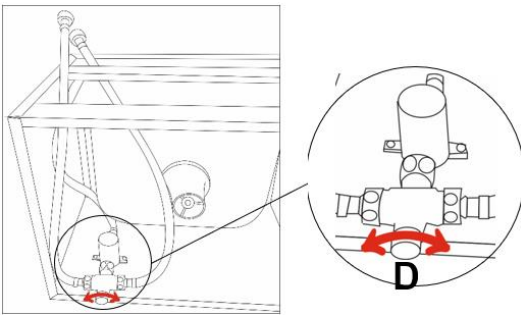

Fig.7
- Les deux autres tuyaux doivent être raccordés aux extrémités (B) et (C) à l'aide des écrous BSP ½". Une fois le bassin dûment fixé au mur, les autres extrémités de ces tuyaux doivent être fixées à l'aide des écrous BSP ½" aux entrées d'eau chaude et d'eau froide du local respectivement.
- Fixer l'ensemble (Mélangeur + Pulseur + Tuyaux) dans la partie intérieure du panneau frontal à l'aide des 2 vis fournies et dans la position indiquée sur la Fig. 7. Le bouton de genou doit être situé à l'extérieur du panneau frontal.
- Connecter l'extrémité du tuyau de la position "A" à l'entrée d'eau du robinet (Fig. 7).
Voir la figure 7 montrant la position du cadran au bas de l'agitateur.